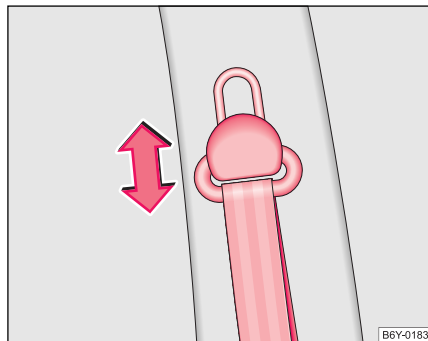

Fig. 95 Asiento delantero: ajuste de la altura del cinturón
- Para el ajuste, presionar el herraje de inversión y desplazarlo hacia arriba o hacia abajo ⇒ **fig. 95**.